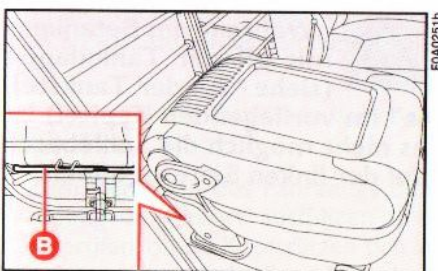

Abb. 55
- durch Bedienung des Hebels **B**, **Abb. 55** den Sitz komplett nach vorn kippen,